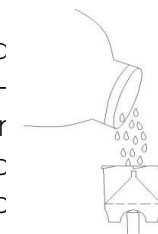

Figura 7
a) Coloque o medicamento (Figura 7) conforme prescrição médica no copo micronebulizador (acessório opcional).